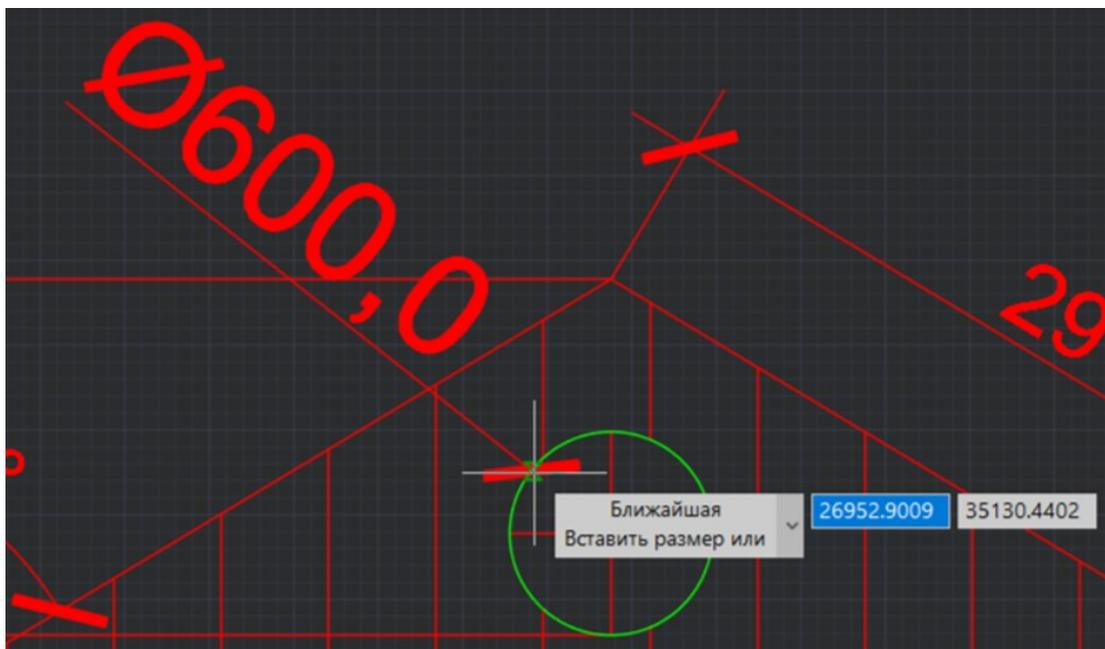
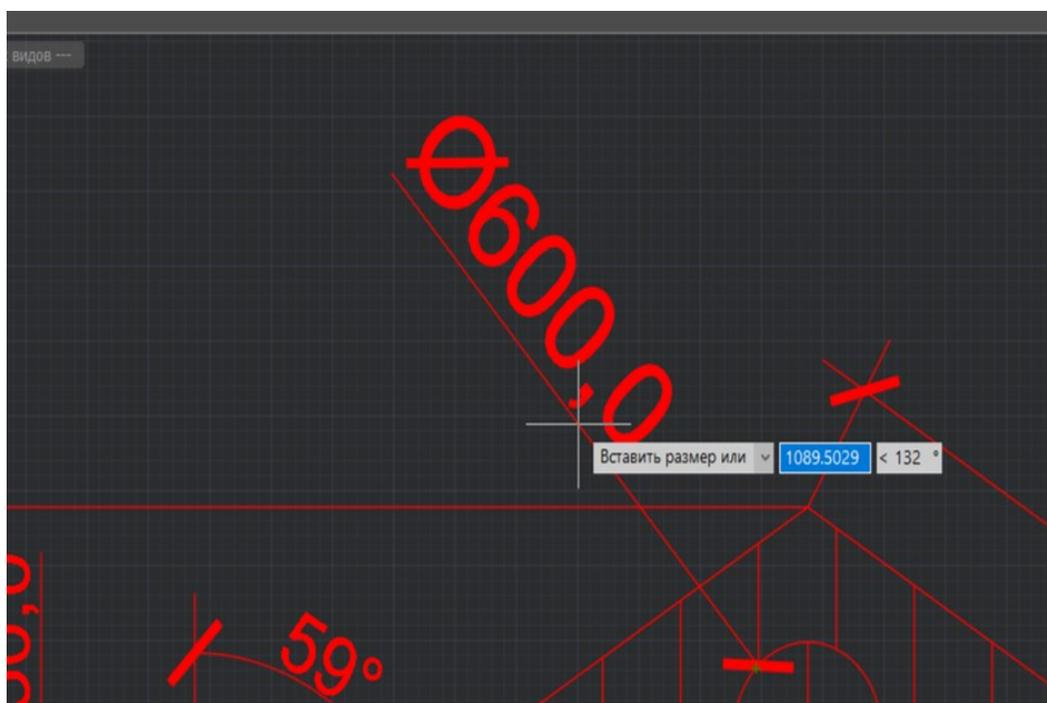

Рис. 4.56
Рис. 4.57
4. Для простановки размеров окружностей используют Радиус и Диаметр, для этого нужно нажать на окружность и оттянуть размер на нужную величину (рис. 4.56 и рис. 4.57):